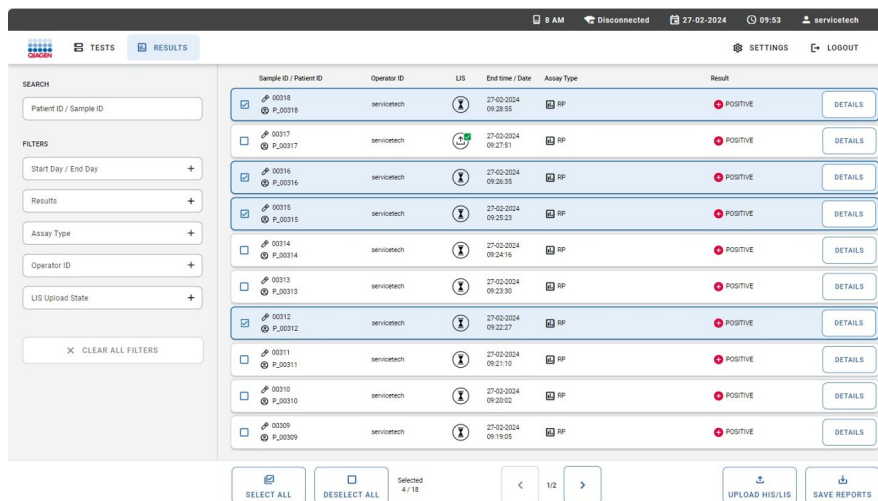

Bild 78. Välja flera testresultat för manuell uppladdning till HIS/LIS.
2. I resultatöversikten väljer du ett eller flera testresultat genom att trycka på kryssrutan i den första kolumnen (Bild 78).